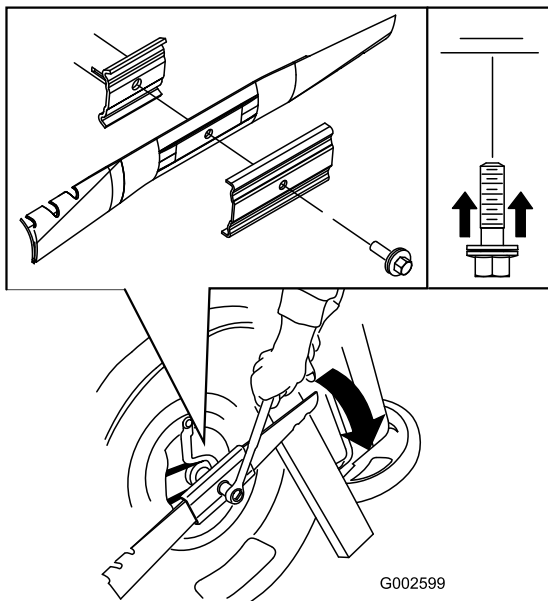

Figure 30
5. Montez la lame neuve (tournez le boulon de fixation dans le sens horaire) ainsi que toutes les fixations (Figure 30).